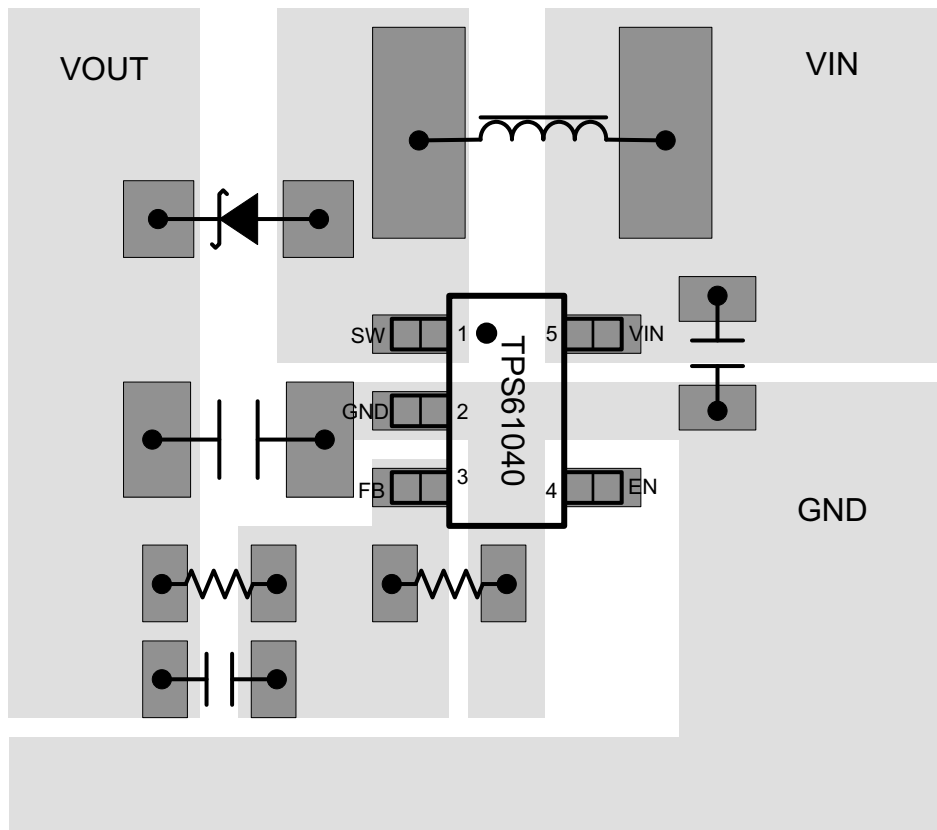

图 10-1. 布局图
**表 8-2. 建议用于典型 LCD 偏置电源的电感器 (请参阅图 10-1)**
表 8-2. 建议用于典型 LCD 偏置电源的电感器 (请参阅图 10-1) (continued)
**表 8-4. 建议用于典型 LCD 偏置电源的肖特基二极管 (请参阅图 10-1)**
对于图 10-1 所示的粗体连接，应使用宽迹线。星型接地连接或接地平面可最大限度减少接地漂移和噪声。